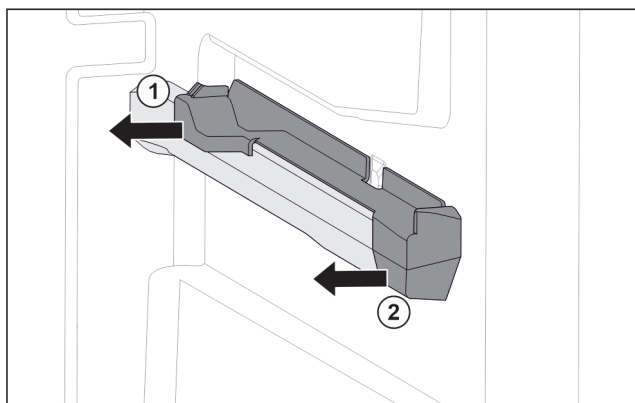

Fig. 82 Elemento inseribile sulla nervatura destra del contenitore
- Estrarre l'elemento inseribile dal lato posteriore di lato. Fig. 82 (1)
- Estrarre l'elemento inseribile dal lato anteriore di lato. Fig. 82 (2)